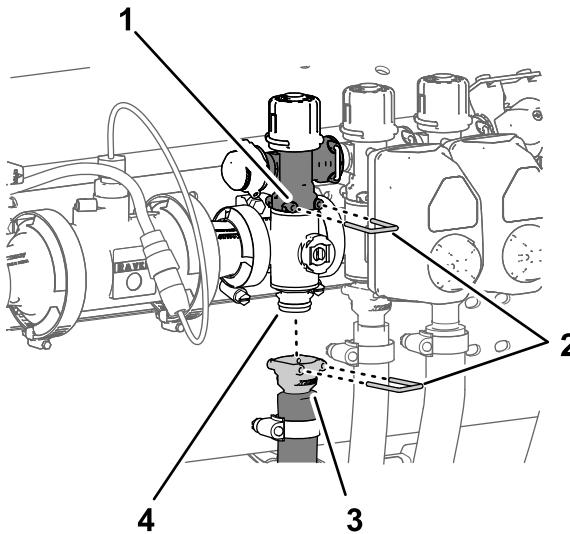

Figura 118
- Monte el acoplamiento rápido de la manguera de sección en el acoplamiento rápido del distribuidor de la válvula de sección con la grapa (Figura 118).